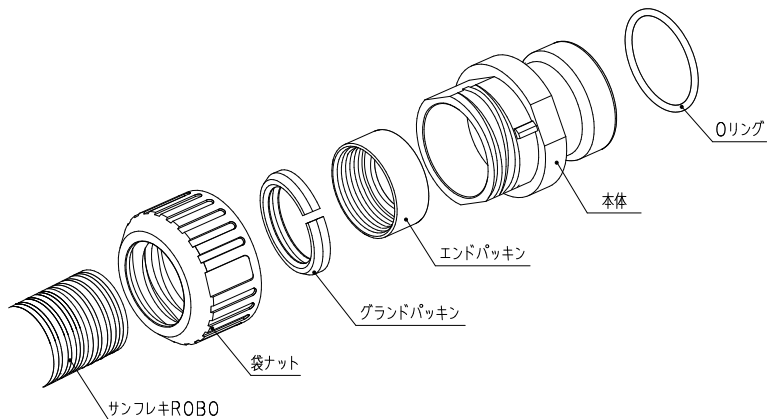

図1 N2KD (MS コネクタバックシェルなし用)
8. 再び取り付ける場合は、グランドパッキンの方向に注意して(図1参照:フラット面がコネクタ本体側になる)袋ナットに入れ、時計方向に袋ナットを回すと、約半回転でカチッと音がして袋ナットが軽く止まります。